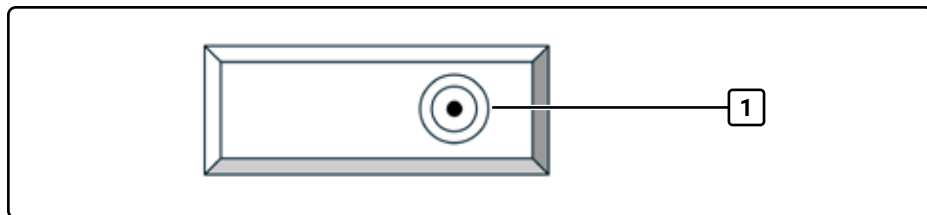

Fig. 5 Vue de dessus du réservoir d'eau
3. Insérez la cartouche filtrante dans l'adaptateur de filtre à eau (1, Fig. 5) sur le réservoir d'eau de manière à ce qu'elle soit emboîtée.